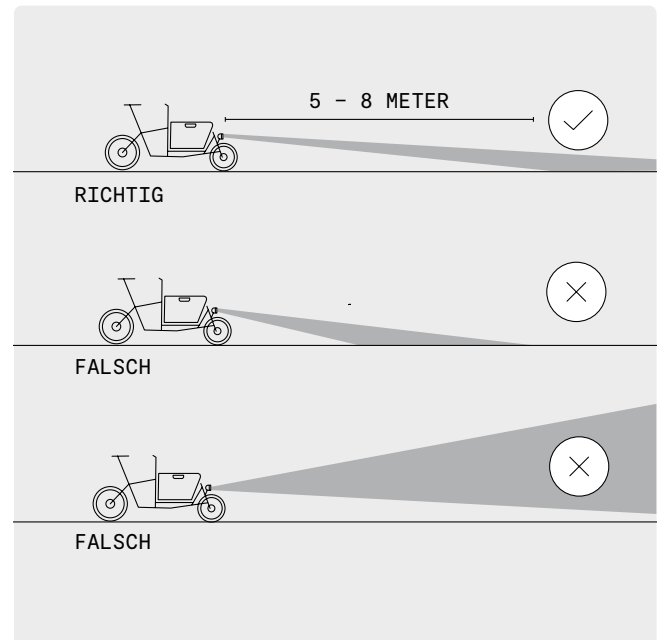

ABB. 48
→ Achten Sie darauf, dass die Leuchte niemals so geneigt ist, dass Sie nach oben leuchtet. (Abb. 48)
- 2 Richten Sie die Leuchte so aus, dass der Lichtkegel im Bereich 5–8 m vor dem Vorderrad auf den Boden trifft (Abb. 48).